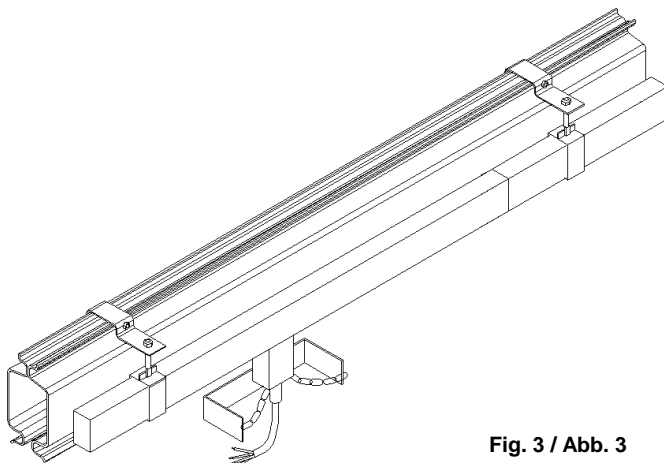

Fig. 3 / Abb. 3
- Enclosed conductors parallel (fig. 3)
- Gaine protégée parallèle (fig. 3)
- Schleifleitung parallel zum Profil (Abb. 3)